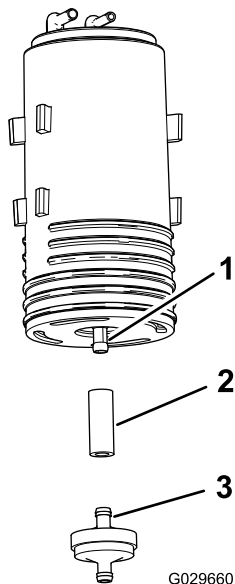

Figura 45
4. Rimuovete il filtro del canister a carboni attivi e la sezione corta del flessibile dal raccordo inferiore del canister a carboni attivi (Figura 45).
5. Montate il flessibile sul raccordo inferiore del nuovo canister a carboni attivi (Figura 45).
6. Inserite il raccordo del nuovo filtro del canister a carboni attivi nel flessibile (Figura 45).